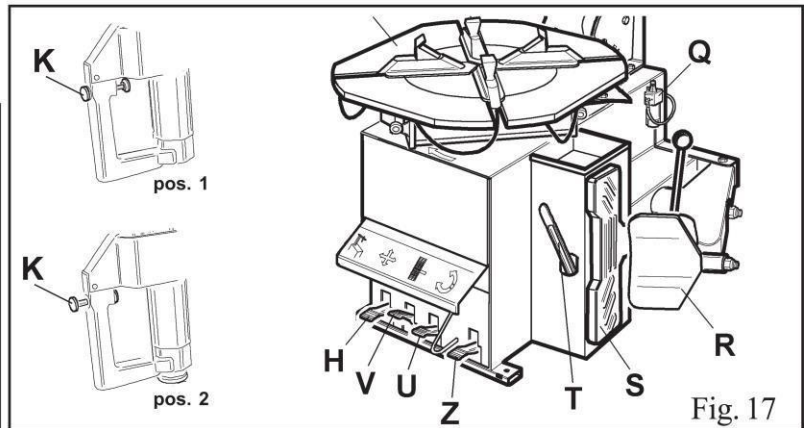

Fig. 17
- Trzymając dźwignię w tej pozycji, obróć obrotnicę (Y) w kierunku zgodnym z ruchem wskazówek zegara, wciskając pedał (Z) w dół, aż opona całkowicie oddzieli się od felgi (Rys. 17).
- Aby zdjąć dętkę jeżeli występuje należy odchylić ramię (P) wciskając pedał (H) bezpośrednio w dół, nie odblokowując belki montażowej.